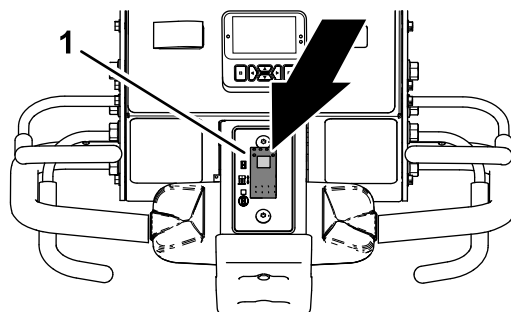

Figura 82
1. Mueva la parte superior del interruptor de control de bajada (Figura 82) hasta la posición de BAJADA CON RETARDO.